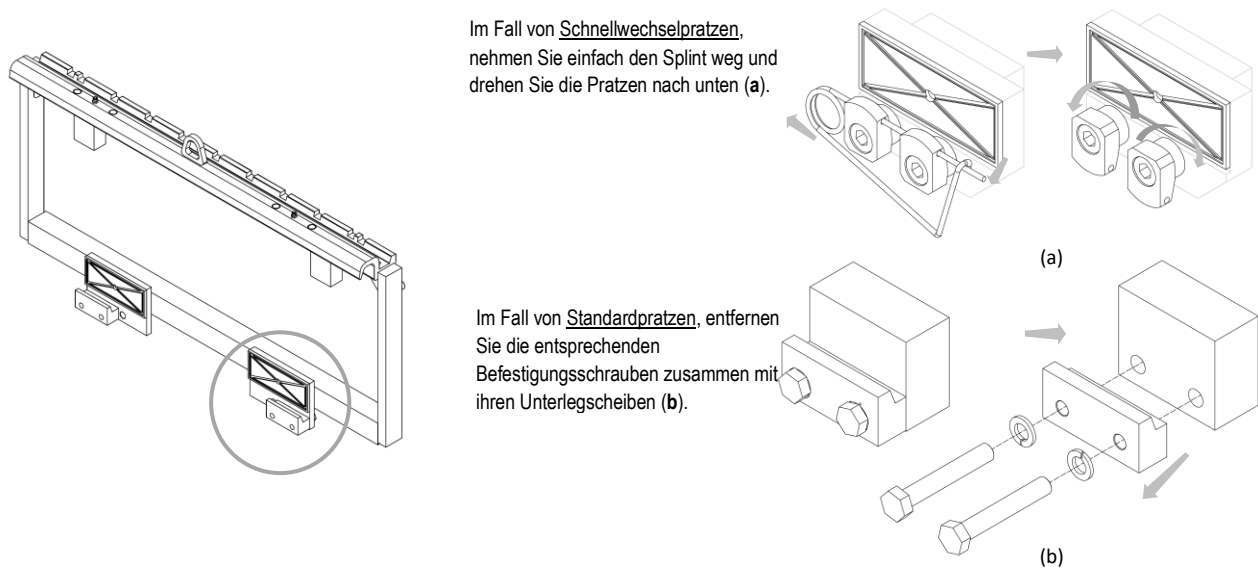

Abbildung 4
5. Entfernen Sie die unteren Haken vom Anbaugerät und fetten Sie die unteren Gleitstücke ein (siehe *Abbildung 4*).